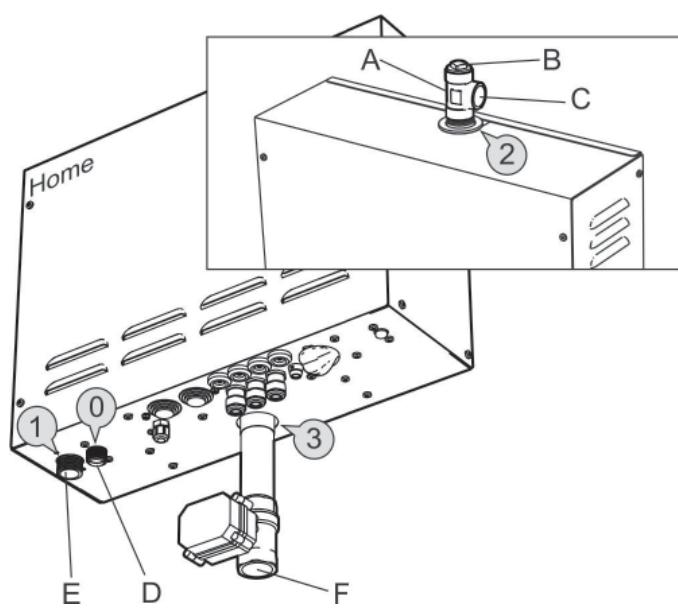

Abb. 6 Dampferzeuger Typ Home
Schließen Sie den Anschluss 1 (Abb. 6,7) des Dampferzeugers an Kaltwasser an. Der Druck des Zulaufwassers muss min. 0,2 und darf max. 10 bar (bzw. mind. 20 kPa und max. 1000 kPa) betragen.
Schließen Sie das Anschlussstück an den Dampfauslass 2 (Abb. 6,7) des Dampferzeugers an (die Arretiermutter muss oben stehen). Schließen Sie ein Kupferrohr mit einem Innendurchmesser von min. 18 mm an den Dampfauslass des Anschlussstücks (C) an. Die Dampfrohrleitung kann entweder zum Dampfbad oder zum Dampferzeuger hin ein Gefälle aufweisen. Die Dampfrohrleitung kann aber auch mit Gefälle sowohl zum Dampfbad als auch zum Dampferzeuger hin montiert werden.
Es muss ein Ablauftrohr mit Anschluss an das Sicherheitsventil D (Abb. 6 und 7) mit stetigem Gefälle in einer frostfreien Umgebung montiert werden.